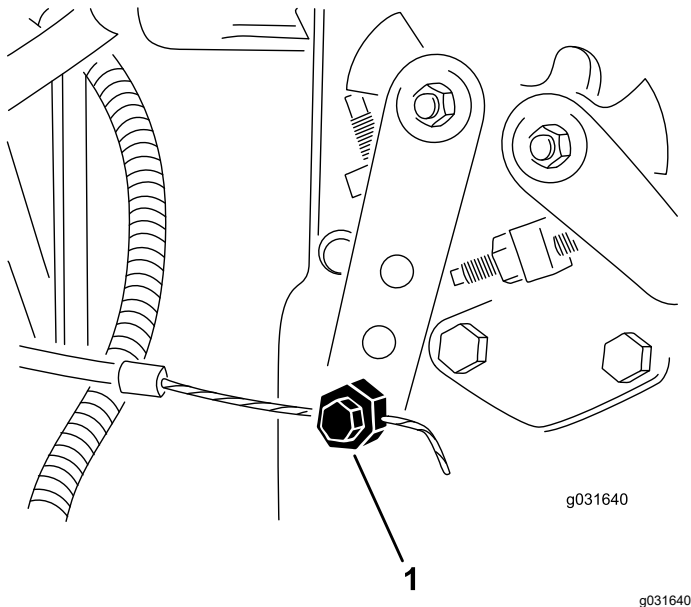

Figura 62
2. Allentate il raccordo del cavo dell'acceleratore sulla leva della pompa di iniezione (**Figura 62**).